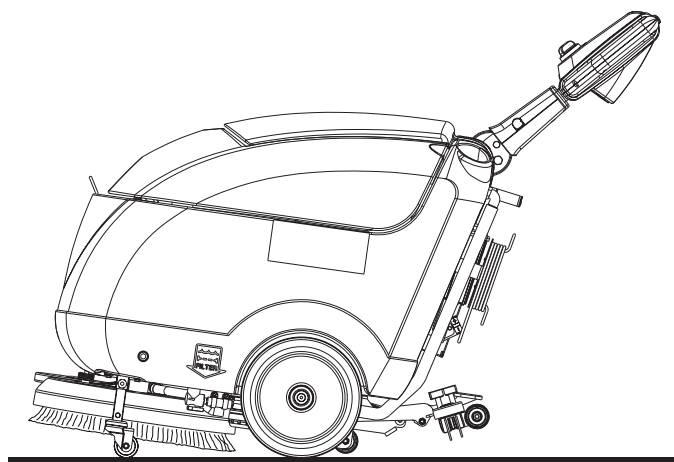

Figure 5
7. Relâcher les leviers de rotation brosse (70) et le bouton-poussoir de validation (69).
8. Tourner la manette (62) sur « 0 » pour arrêter la machine.
9. Actionner la goupille de positionnement (24), puis activer le dispositif de stationnement (23a) de la machine pour maintenir la brosse / plateau support disque soulevé (voir la Figure 5).
- Arrêter la machine en tournant la manette (62) sur « 0 ».
- Soulever l'embouchure (58).
- Actionner la goupille de positionnement (24), puis activer le dispositif de stationnement (23a) de la machine pour maintenir la brosse / plateau support disque soulevé (Figure 5).
- Le travail effectué, enlever la brosse / plateau support disque de la tête en suivant la procédure de décrochage (voir la procédure suivante) et puis l'appuyer sur le support avant (43).